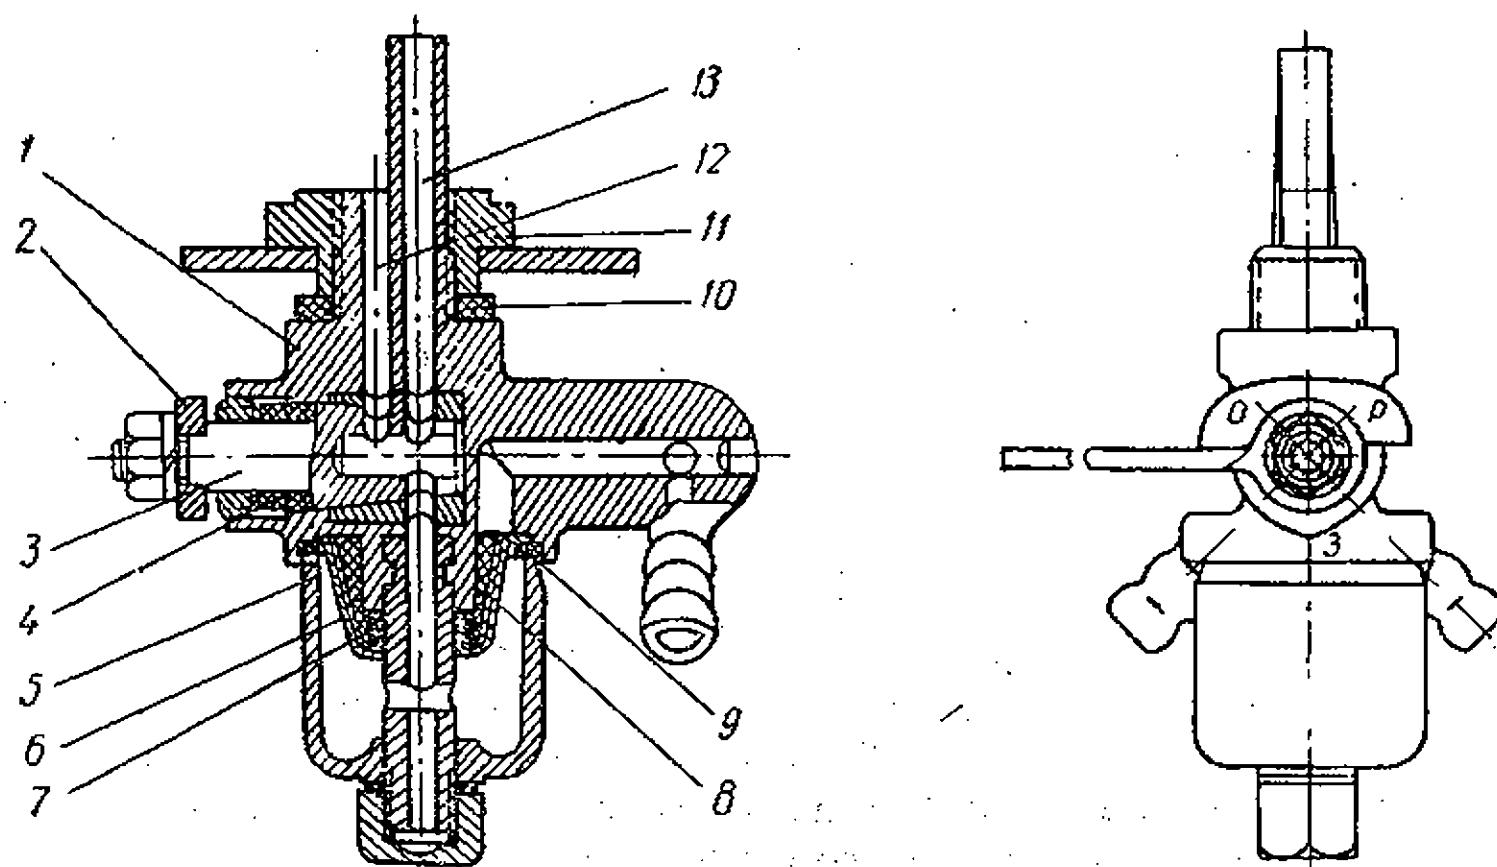
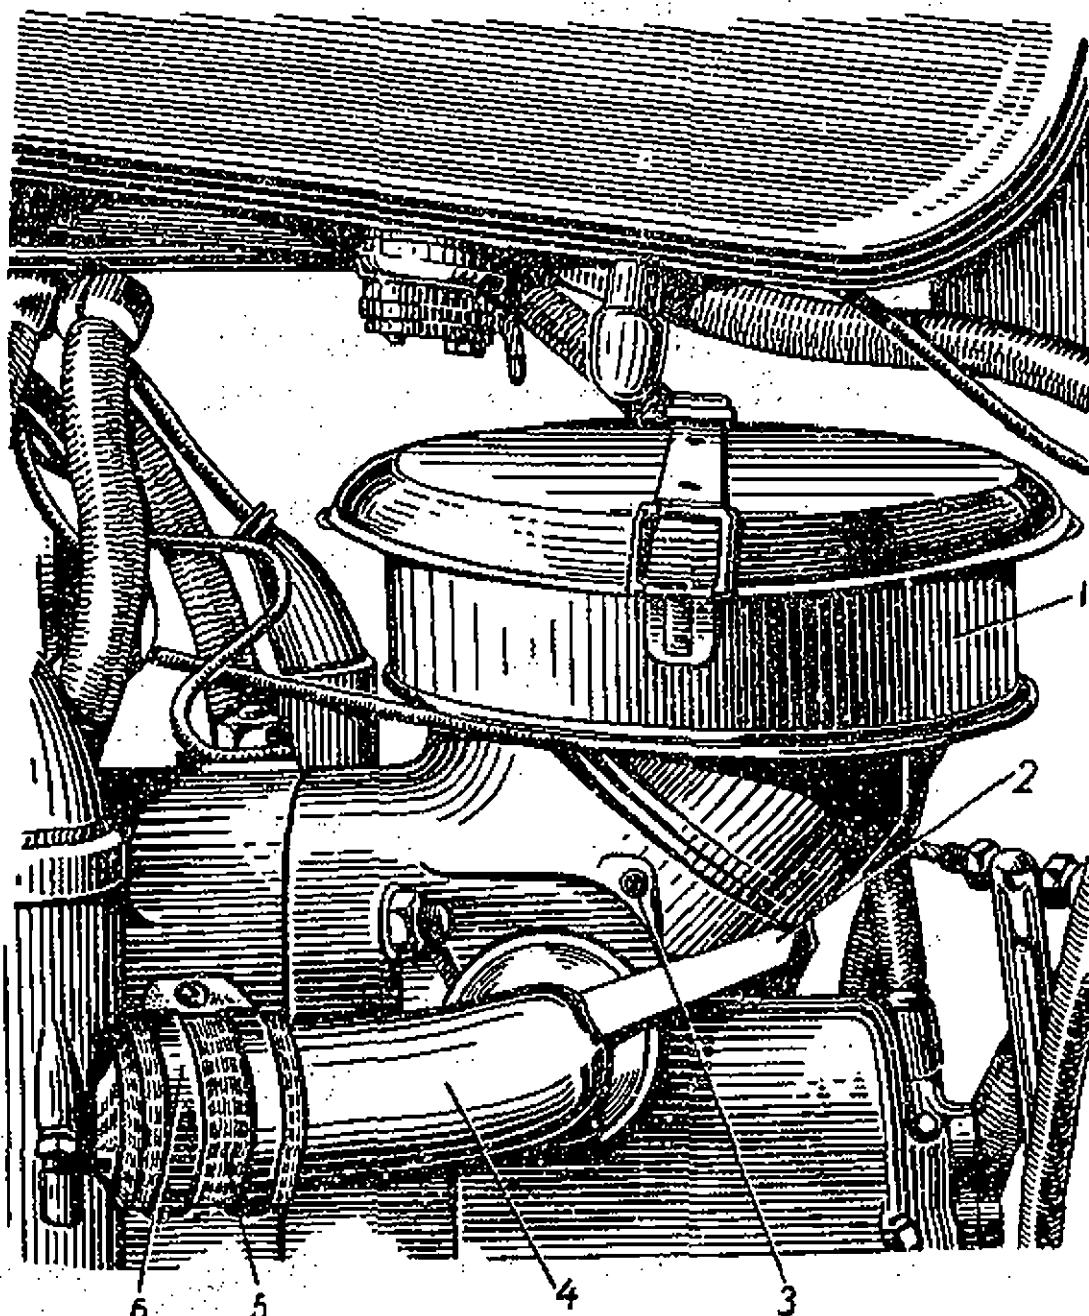

Рис. 4. Бензокранник:
Рис. 7. Воздухофильтр:
2) открыть бензокранник (рис. 4), поставив его рукоятку в положение *O* — «открыто». Буквы на краннике обозначают: *Z* — кран закрыт; *O* — кран открыт; *P* — кран открыт на расходование резерва;
Оба карбюратора имеют общий воздухоочиститель (рис. 7), смонтированный в картер коробки передач, и спаренное управление дроссельными золотниками. Воздухоочиститель снабжен воздушной заслонкой, облегчающей запуск и прогрев двигателя в холодную погоду.
При полностью открытой заслонке 2 (рис. 7) рукоятка находится в крайнем заднем положении, при закрытой заслонке — в крайнем переднем положении (рукоятка вверху). Заслонкой следует пользоваться только при запуске холодного двигателя. Для предохранения топливной системы от загрязнения, помимо мер, указанных на странице 10, в бензокраннике имеется сетчатый фильтр 8 и отстойник 5 (рис. 4), а также топливный фильтр 9 (рис. 8) с металлической сеткой.